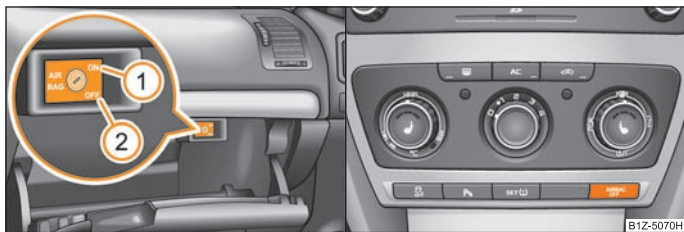

Abb. 142 Ablagefach: Schalter für Front-Beifahrer-Airbag / Kontrollleuchte für Beifahrer-Airbagabschaltung
- sind Airbags abgeschaltet, wird dies im Schalttafelmittelteil durch Leuchten der Kontrollleuchte **AIRBAG OFF** signalisiert ⇒ Abb. 142 - rechts.
- Drehen Sie mit dem Schlüssel den Schlitz des Airbag-Schalters in die Position ② (OFF) ⇒ Abb. 142.
- Überprüfen Sie, ob bei eingeschalteter Zündung die Kontrollleuchte **AIRBAG OFF** im Schalttafelmittelteil leuchtet ⇒ Abb. 142 - rechts.
- Drehen Sie mit dem Schlüssel den Schlitz des Airbag-Schalters in die Position ① (ON) ⇒ Abb. 142.
- Überprüfen Sie, dass bei eingeschalteter Zündung die Airbag-Kontrollleuchte **AIRBAG OFF** im Schalttafelmittelteil nicht leuchtet ⇒ Abb. 142 - rechts.
Die Airbag-Kontrollleuchte befindet sich im Schalttafelmittelteil ⇒ Abb. 142 - rechts.